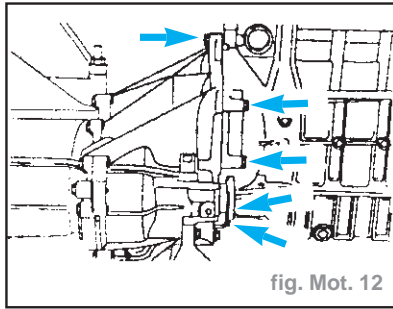

fig. Mot. 12
- Déposer les vis de bride côté droit (fig. Mot. 12).